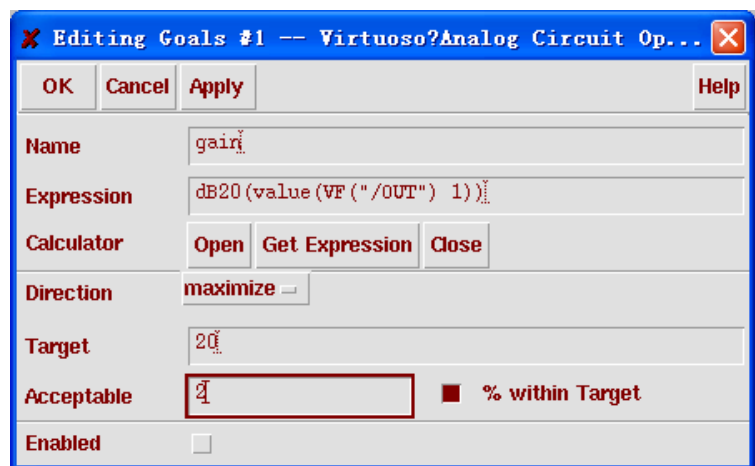

图 11.16 编辑优化对象窗口
- 3) 选择名称为“gain”，即从“ADE”窗口获得的对象，然后点击“Add/Edit Goals”按键。弹出窗口如图 11.16 所示。
按照 11.5.1.II 3~10 步所介绍的方法编辑对象。编辑后的 Editing Goals 窗口如图 11.16 所示。